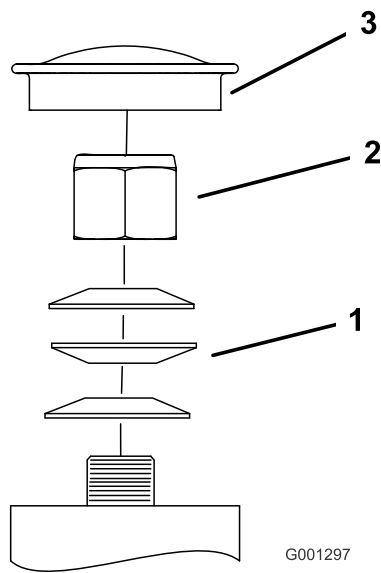

Figura 44
3. Retire el tapón anti-polvo de la rueda giratoria y apriete la contratuerca (Figura 44).
4. Apriete la contratuerca hasta que las arandelas de muelle estén planas, luego afloje 1/4 de vuelta para establecer la pre-carga correcta de los cojinetes (Figura 44).
Importante: Asegúrese de que las arandelas de muelle están correctamente instaladas, según muestra Figura 44.
5. Coloque el tapón anti-polvo (Figura 44).